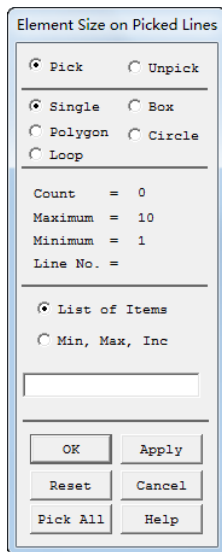
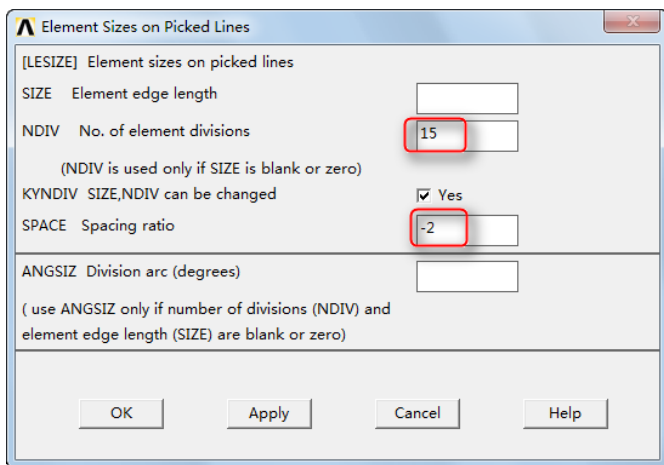

图 5-16 拾取对话框
图 5-17 “Element Sizes on Picked Lines”对话框
② 在“MeshTool”对话框中单击 Lines→Set 按钮，会弹出拾取对话框，如图 5-16 所示。拾取入口矩形的上下边，单击“Apply”按钮，会弹出“Element Sizes on Picked Lines”对话框，如图 5-17 所示。
③ 在“NDIV NO. of element divisions”中输入 15，在“SPACE Spacing ratio”中输入-2（这样设置使得直线两端的网格密度较大，中间网格密度较小），单击“Apply”按钮。
④ 拾取过渡面积的上下两条曲线和直线，单击“Apply”按钮，弹出如图 5-17 所示的对话框。在“NDIV NO. of element divisions”中输入 12，在“SPACE Spacing ratio”中输入 1（这样设置使得直线被均匀划分），单击“Apply”按钮。
⑤ 拾取出口矩形的上下两条直线，单击“Apply”按钮，弹出如图 5-17 所示的对话框。在“NDIV NO. of element divisions”中输入 15，在“SPACE Spacing ratio”中输入 3（这样设置使得直线左端的网格稀疏，而右边的网格较密集），单击“OK”按钮。
⑥ 注意到出口矩形上边的网格尺寸划分密度没有偏向出口，这需要额外的操作处理。在“MeshTool”面板单击 Lines→Flip 按钮，弹出拾取对话框。拾取出口矩形上边，单击“OK”按钮。
⑦ 定义横向网格密度。在 MeshTool 对话框中单击“Lines→Set”按钮，弹出拾取对话框。拾取图形窗口的 4 条垂直直线，单击“OK”按钮，弹出如图 5-17 所示对话框。在“NDIV NO. of element divisions”中输入 15，在“SPACE Spacing ratio”中输入-2（这